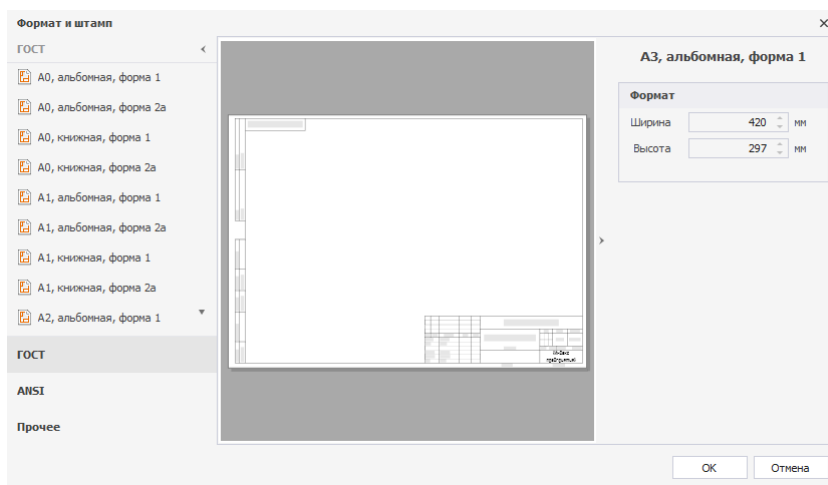

Рис. 18 Выбор формата для листа в окне «Формат и штамп»
5. Выбрать необходимый формат листа из списка форматов оформления (сохраненных в системе), расположенного в левой части окна, см. Рис. 18.